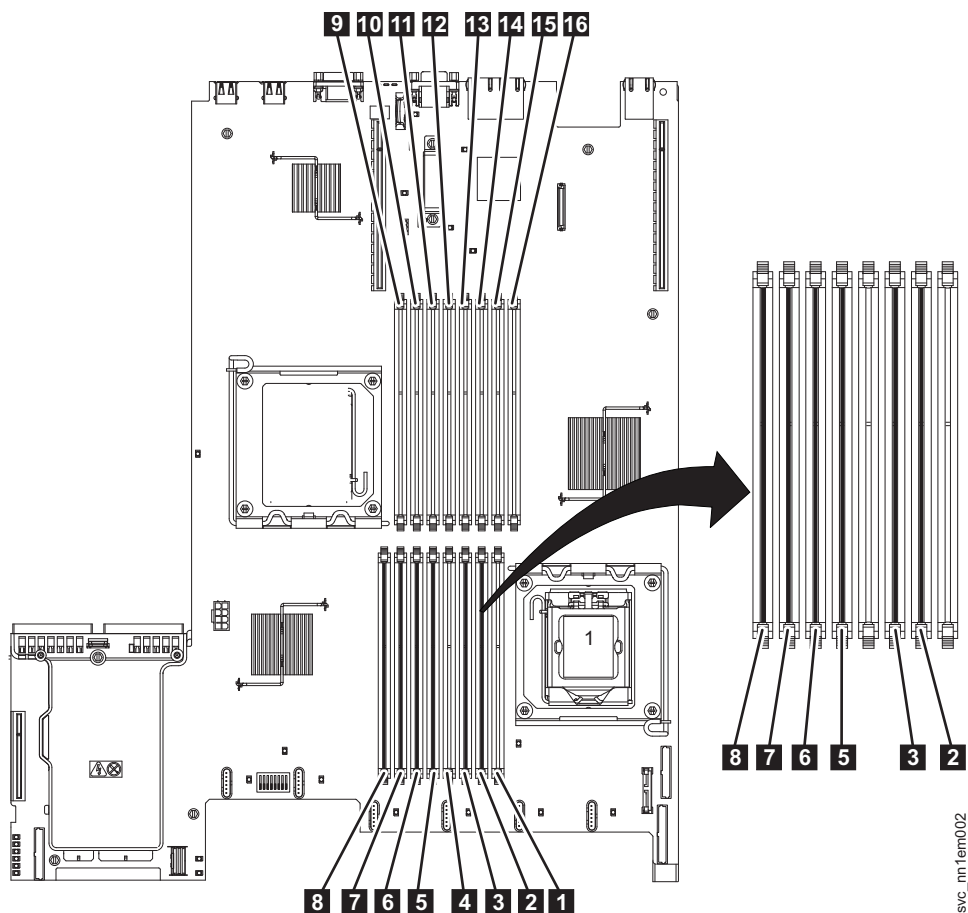

図 112. SAN ボリューム・コントローラー 2145-CF8 メモリー・モジュールの見つけ方
- SAN ポリ्यूーム・コントローラー 2145-CF8 ノードは、DIMM スロット **2**、**3**、**5**、**6**、**7**、および **8** で、6 個のモジュールを使用します (148 ページの図 112 を参照)。